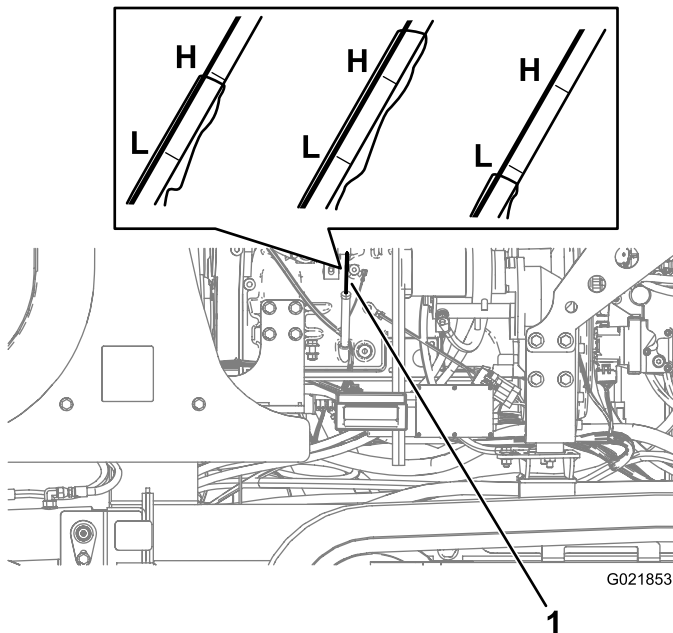

Figure 122
3. Retirez la jauge d'huile (Figure 122) et essuyez-la soigneusement.